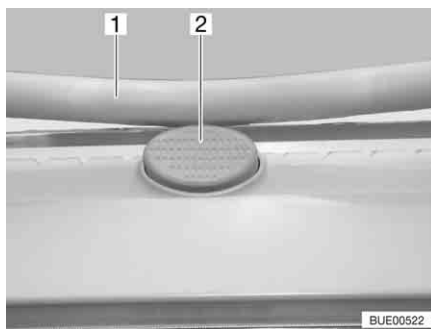

Fig. 59 Bottone di sicurezza sull'oblò Heki
- Premere il bottone di sicurezza (Fig. 59,2) e tirare verso il basso la staffa (Fig. 59,1) con entrambe le mani.
- Premere la staffa verso l'alto con ambedue le mani, finché la staffa non poggia al di sopra del bottone di sicurezza (Fig. 59,2).